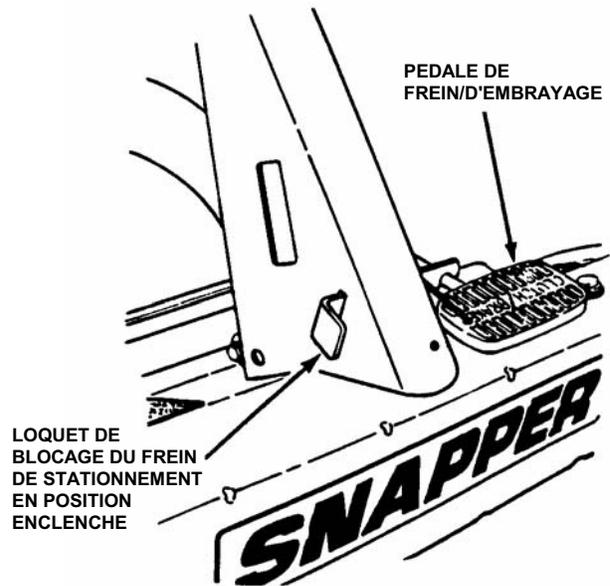

FIGURE 2.14
1. Immobilisez le SNAPPER autoporté à moteur arrière en enfonçant complètement la pédale de frein/d'embrayage pour bloquer le frein. Voir la figure 2.14.